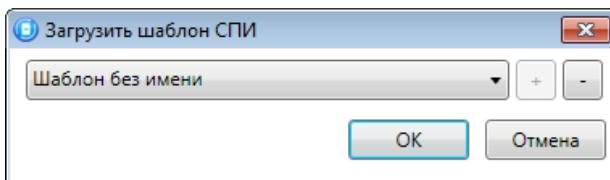

Рисунок 4.47 — Окно *Загрузить шаблон ПО*
- *Загрузить шаблон настроек:* открытие окна *Загрузить шаблон ПОО* (см. рисунок 4.47), с помощью которого можно сконфигурировать контроллер по предварительно созданному шаблону. Для того чтобы применить шаблон, выберите его в списке и